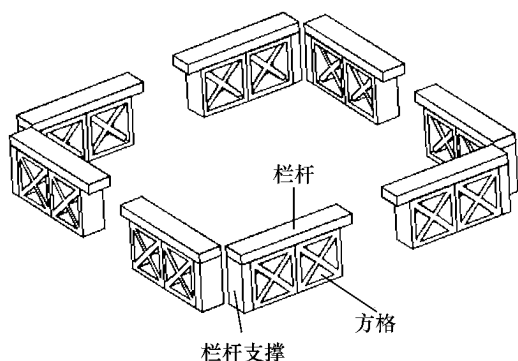

图 11.76 栏杆图示
④ 亭顶的四分之一的曲面生成:“边界曲面”(edgesurf)命令。
⑤ 亭顶的全部曲面生成:“三维阵列”(3darray)命令。
(6) 前4步生成的实体与第5步生成的曲面组合在一起,作辅助线,捕捉到位。
(7) 绘制栏杆整体,如图11.76所示。
① 栏杆:“长方体”绘制, $50 \times 10 \times 5$ 。
② 栏杆支撑:“长方体”绘制, $5 \times 10 \times 20$ 。
③ 方格:方格外轮廓线使用“多段线”绘制, 20×20 ;方格内轮廓线使用“偏移”命令,将外轮廓线向内偏移2。